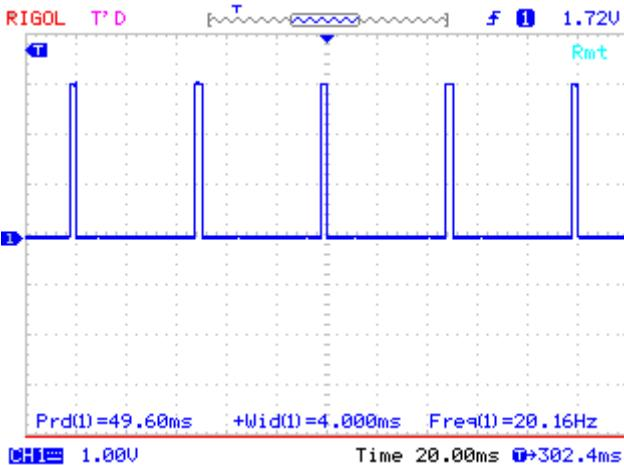

Рисунок 12.2 Осциллографма передаваемого сигнала
1. Собрать лабораторную установку согласно рис.12.2.